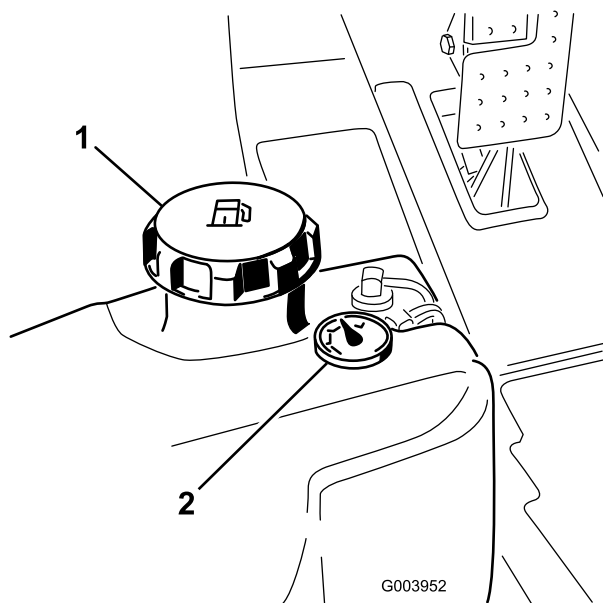

Figura 33
3. Retire el tapón del depósito de combustible (Figura 33).